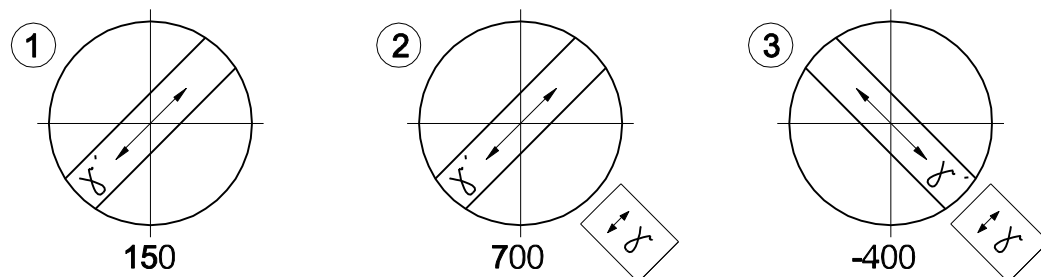
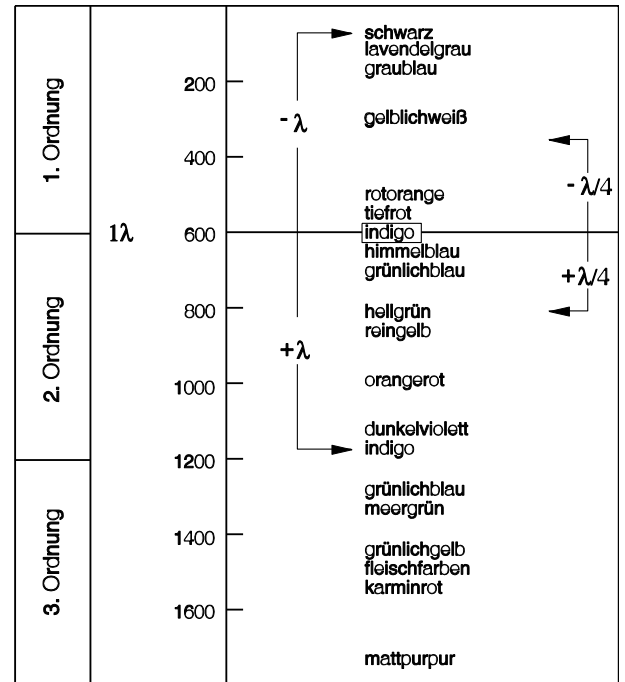

Fig. 200 Détermination du sens de vibration $n_{\gamma'}$ fondée sur l'exemple d'une fibre synthétique
Fig. 201 Schéma de l'échelle des couleurs selon Michel-Lévy
- Faire ensuite pivoter la platine rotative Pol de 45° supplémentaires jusqu'à ce que l'axe longitudinal de la fibre soit orienté NORD-EST (NE) – SUD-OUEST (SO) (Fig. 200). Dans cette position, l'échantillon présente la luminosité maximale (position diagonale) et peut apparaître dans n'importe quelle couleur.
Il y a une plus grande différence de trajet si le sens de vibration de l'échantillon avec l'indice de réfraction absolu ou relatif le plus élevé (n_γ ou n_γ') est parallèle au sens de vibration principal du compensateur λ . L'échantillon apparaîtra alors, par exemple, bleu verdâtre (Fig. 200/2).
La plus petite différence de trajet se produit si le sens de vibration de l'échantillon avec l'indice de réfraction absolu ou relatif le plus bas (n_α ou n_α') est perpendiculaire au sens de vibration du compensateur λ . L'échantillon apparaîtra alors par exemple jaune (Fig. 200/3).
La couleur gris-blanc apparaissant en premier dans la position brillante de l'exemple ci-dessus (Fig. 200/1) correspond à une différence de trajet de 150 nm selon l'échelle des couleurs Michel-Lévy (Fig. 201).